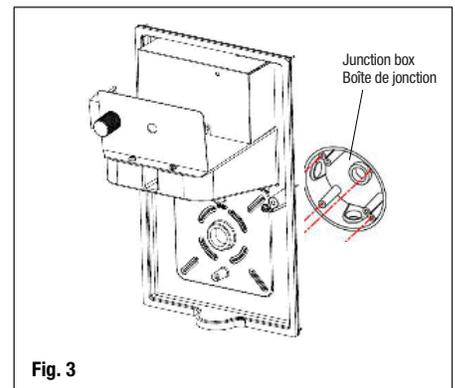

Fig. 3
7. Align the holes on the back housing with the holes of the junction box, and tighten the screws (Fig. 3).
7. Aligner les trous du boîtier arrière avec les trous de la boîte de jonction, puis serrez les vis (Fig. 3).